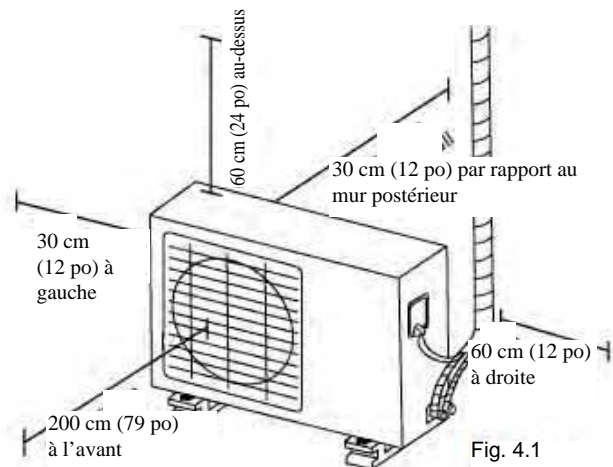

Fig. 4.1
- Respect de toutes les exigences indiquées dans les Espace requis pour l'installation (**Fig. 4.1**)